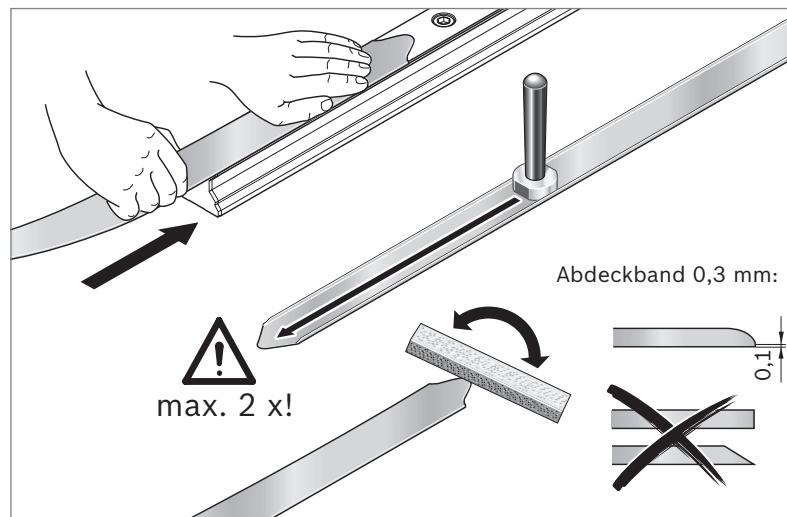

Fig. 49: Prüfen des Schiebebereichs
- ▶ Vor dem Aufschieben darauf achten, dass die Bandzunge etwas nach unten gebogen ist, damit sie leicht unter die Dichtlippen der Führungswagen geschoben werden kann. ➔ Fig. 49